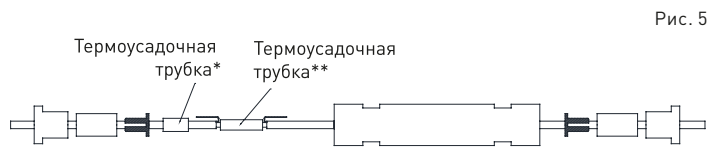

Рис. 5
7.3.3 Надвинуть на полученное соединение трубку термоусадочную** и усадить её с помощью воздушного термопистолета (температура усадки 450 °С, трубка должна плотно обжать место соединения) (см. рисунок 5).